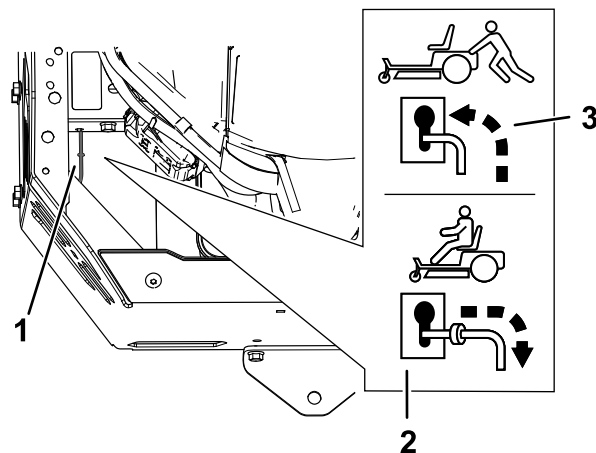

Figura 37
4. Deplasați manetele de bypass spre față și în jos prin orificiu pentru a le bloca (Figura 37).
Deplasați manetele de bypass spre spate și în jos prin orificiu pentru a le bloca, conform ilustrațiilor din Figura 37.